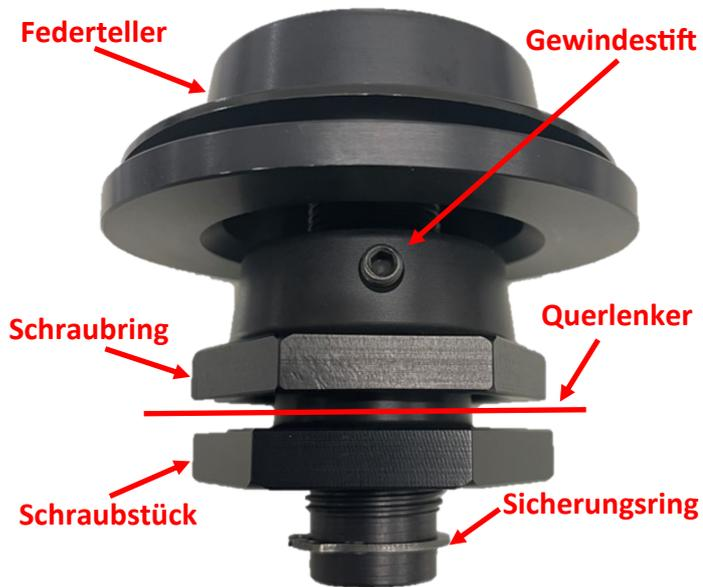

Abb. 1: HA Höhenverstellung Einzelteile (Abbildung ähnlich)
- Zum Einbau der Höhenverstellung den **Sicherungsring** mit **Schraubstück** und **Schraubring** von der Höhenverstellung **entfernen**. **Schraubstück** mit **Schraubring** in den **Querlenker** montieren. Der Schraubring wird gegen das Schraubstück mit einem **Drehmoment von 80 Nm** angezogen. Anschließend mit dem **Gewindestift** fixieren. **Federteller** einschrauben und mit **Sicherungsring** sichern, **Abb. 1 und 2**.